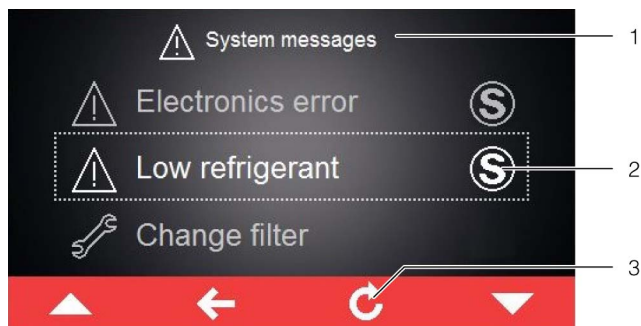

Fig. 34: Schermata con messaggi di malfunzionamento/guasto
In presenza di un messaggio di malfunzionamento/guasto non risolvibile in autonomia dall'utente e che non scompare automaticamente, al suo fianco e nella barra comandi, accanto al simbolo dei messaggi di sistema, viene visualizzata l'icona «Service» (fig. 34, pos. 2).